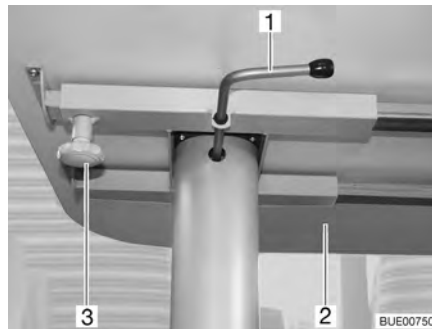

Fig. 70 Table à hauteur réglable, coulissante
- Desserrer la vis moletée (Fig. 70,3).
- Déplacer le plateau (Fig. 70,2) dans la position désirée.
- Faire basculer le levier de verrouillage (Fig. 70,1) vers la gauche. Le verrouillage du mécanisme de réglage de la hauteur est ouvert.
- Appuyer le plateau de table (Fig. 70,2) au milieu vers le bas jusqu'à la butée et le maintenir appuyé.
- Faire basculer le levier de verrouillage (Fig. 70,1) vers la droite (Fig. 70). Le mécanisme de réglage de la hauteur est verrouillé.
- Faire basculer le levier de verrouillage (Fig. 70,1) vers la gauche. Le verrouillage du mécanisme de réglage de la hauteur est ouvert. Le plateau de table s'élève jusqu'à la butée.
- Faire basculer le levier de verrouillage vers la droite (Fig. 70). Le mécanisme de réglage de la hauteur est verrouillé.